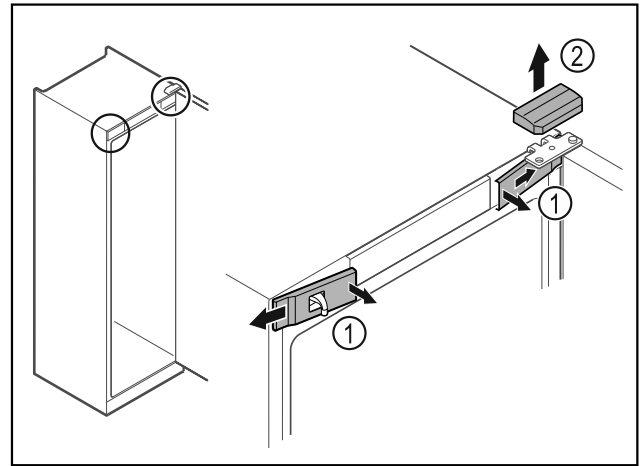

Fig. 10
- ▶ Nxirrni nga foleja kapakët mbulues të përparmë Fig. 10 (1) në pjesën e brendshme dhe hiqini nga anash.
- ▶ Hiqni kapakun mbulues të sipërm Fig. 10 (2) duke e ngritur lart.